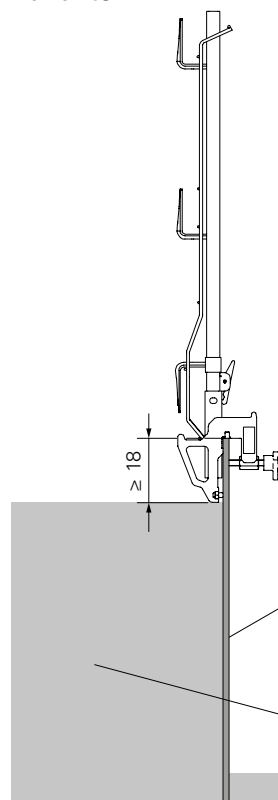

Abb. A2.11
1. Dreiflügelmutter (**4b**) in Richtung der tieferen Ebene montieren. (Abb. A2.11)